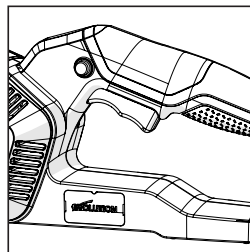

Abb. 15
**DER AN-/AUS-AUSLÖSESCHALTER (Abb. 15)